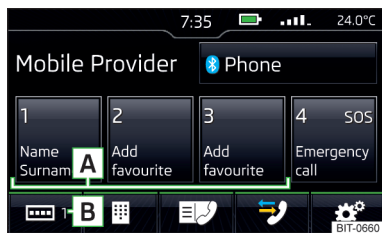

Fig. 187
- » Pulse en el menú principal *Teléfono* la superficie funcional libre deseada **A** » fig. 186 y/o » fig. 187.
- » Para el **cambio del grupo de memoria**, pulsar la superficie funcional **B** » fig. 186 y/o » fig. 187.
- » Para la **elección**, pulsar la superficie funcional **A** » fig. 186 y/o » fig. 187 ocupada.
- » Mantener pulsada en el menú principal *Teléfono* la superficie funcional deseada **A** » fig. 186 y/o » fig. 187.